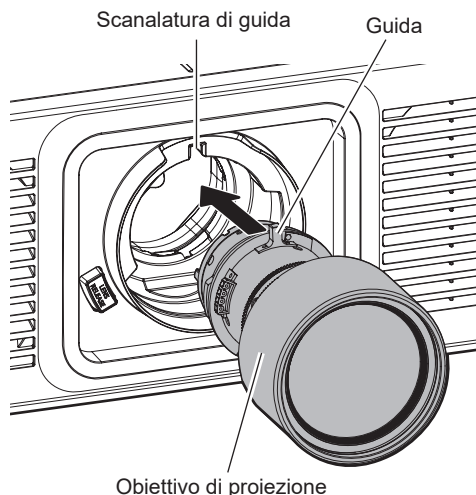

Fig. 2
- 2) Allineare la guida dell'obiettivo di proiezione alla scanalatura di guida del proiettore e inserirla fino in fondo. (Fig. 2)